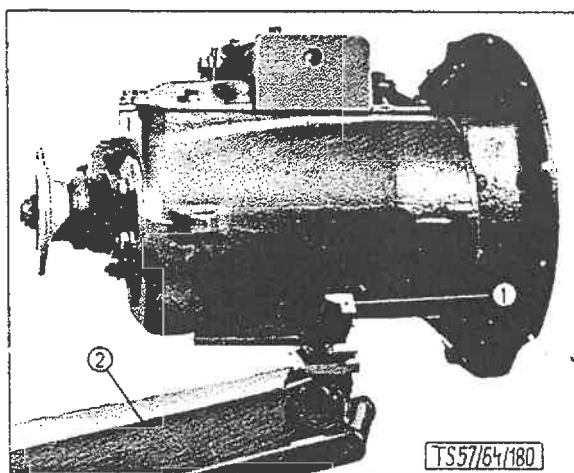

BILD 2: Heben des Getriebes mittels Aushebvorrichtung
4. Getriebe-Aushebevorrichtung RK 569 in den fahrbaren Wagenheber einsetzen (Bild 2) und damit das Getriebe leicht anheben.